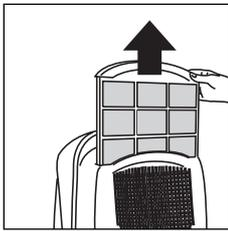

Abb. 4
- Den Luftfilter wie auf Abb. 4 dargestellt herausziehen.